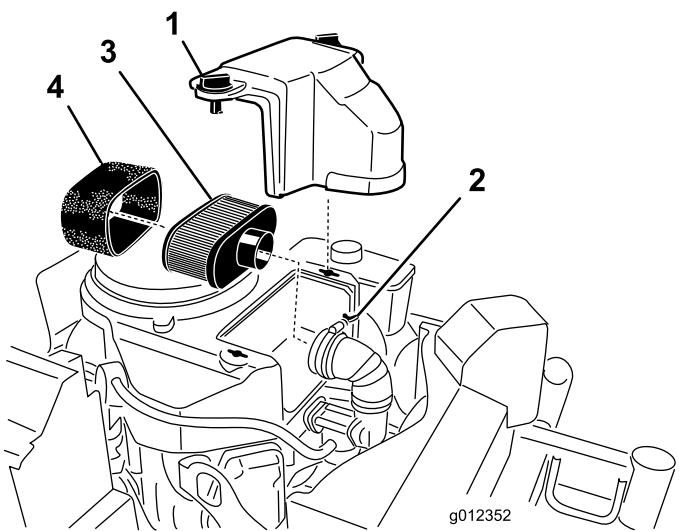

Bild 21
3. Reinigen Sie den Bereich um den Luftfilter herum, um zu verhindern, dass Schmutz in den Motor fällt und Schäden verursacht (Bild 21).
4. Schrauben Sie die Handräder los und entfernen Sie die Luftfilterabdeckung (Bild 21).
5. Schrauben Sie die Schlauchklemme los und entfernen Sie die Luftfilterabdeckung (Bild 21).
6. Ziehen Sie den Schaumeinsatz vorsichtig vom Papiereinsatz (Bild 21).
1. Reinigen Sie nicht den Papierfilter. Wechseln Sie es aus (Bild 21).
1. Schieben Sie den Schaumeinsatz vorsichtig auf den Papierluftfiltereinsatz (Bild 21).
- Schieben Sie den Luftfilter auf das Luftfilterunterteil und befestigen Sie ihn mit den 2 Flügelmuttern (Bild 21).
- Setzen Sie die Abdeckung des Luftfilters auf und ziehen Sie das Abdeckhandrad fest (Bild 21).